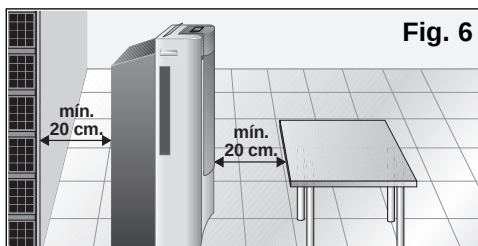

Fig. 6
- ☐ Par sécurité, avant de brancher votre appareil, assurez-vous qu'il se trouve à une distance d'au moins 20 cm de toute surface, **Fig. 6**.